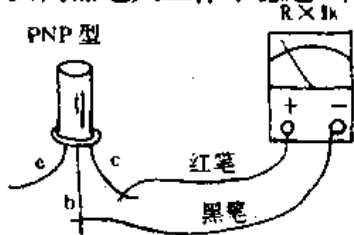

图 7-11 测量晶体管
(1)集电极反向饱和电流  $I_{CO}$  的测试。如图 7-11 所示,万用表置于  $R \times 1k$  档,红表笔接管子集电极,黑表笔接基极,这样给集电结加的是反偏电压,测出的阻值便是集电结的反向电阻,表针指示值应为几百千欧或无穷大。我们希望此值越大越好,越大就说明晶体管集电极反向饱和电流  $I_{CO}$  就小,反之就说明  $I_{CO}$  太大,晶体管的性能不好,反向漏电大工作不稳定,不宜使用。